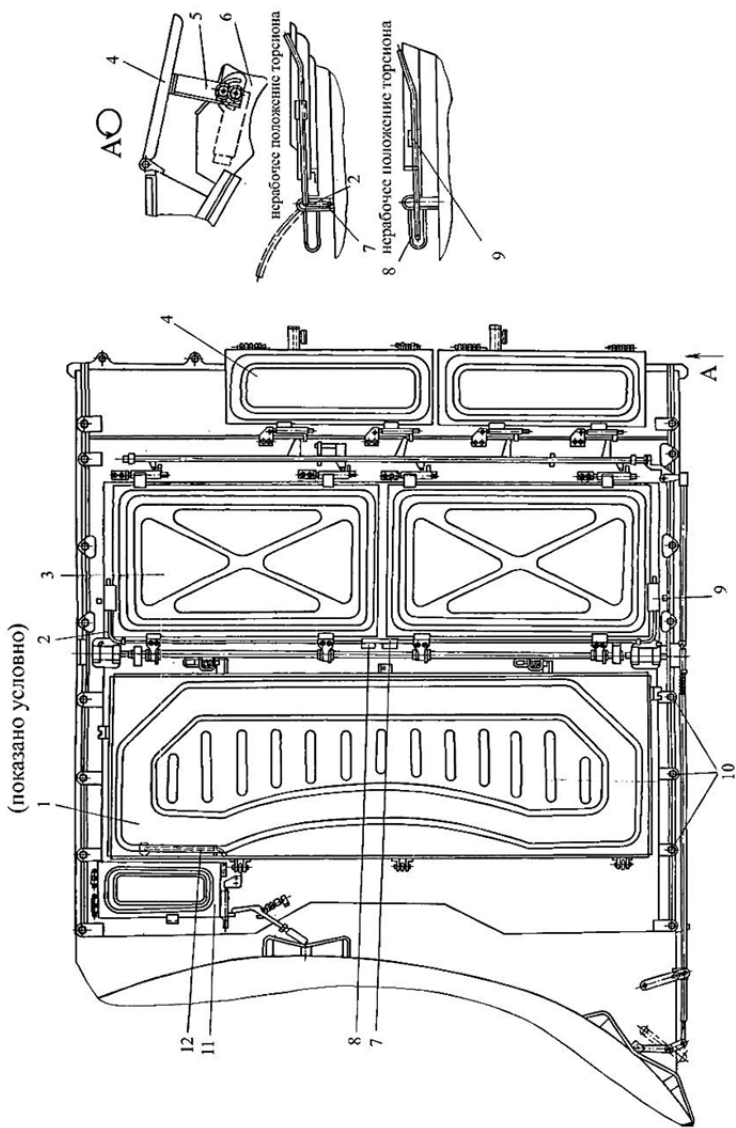

Рис. 13.1. Уплотнение крыши над силовым отделением:
3. установить крышки над воздухопритоками крыши силового отделения (рис. 13.1);